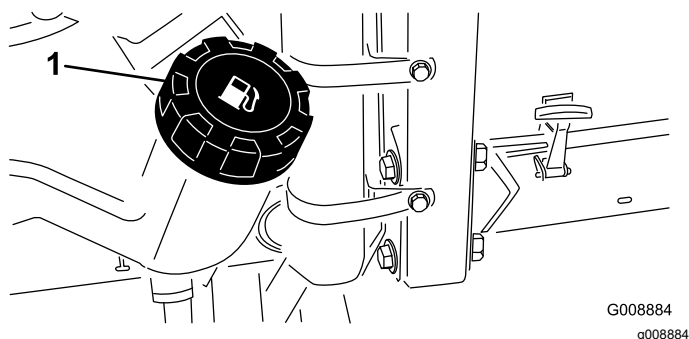

Figure 27
2. Nettoyez la surface autour du bouchon du réservoir de carburant (Figure 27).